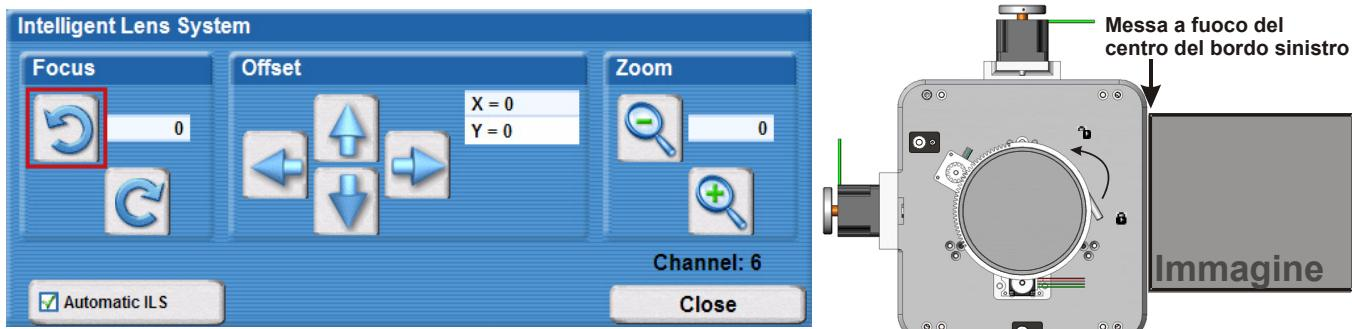

Figura 2-25 Regolazione della messa a fuoco
3. Regolare **Focus** per ritrarre l'obiettivo utilizzando il pulsante in senso antiorario sulla schermata ILS. Vedere **Figura 2-25**. Osservare l'immagine sul lato sinistro dello schermo per stabilire quando è a fuoco correttamente. Se l'immagine appare nella messa a fuoco corretta sul bordo sinistro, ma non su quello destro, è necessario stabilire se il fuoco del lato destro è davanti allo schermo o posteriore ad esso. Se l'intero schermo è a fuoco, passare al punto 7.